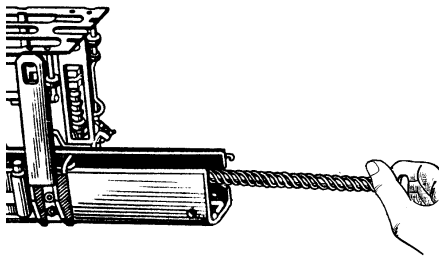

Рис. 115. Від'єднання зворотної пружини
1.6. Від'єднати зворотню пружину. Для чого висунути пружину з отвору затворної рами (рис. 115).